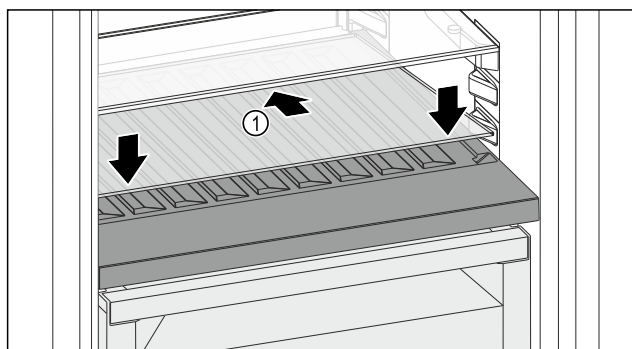

Fig. 149
- Glasplatte Fig. 149 (1) schräg und nach hinten unten geneigt ansetzen.
- Glasplatte Fig. 149 (1) vorne absenken.